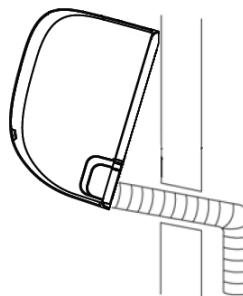

fig. 12 -
N.B. Pentru a facilita fixarea unității pe placă, țineți ridicată partea inferioară a unității, apoi coborăți-o în poziție perpendiculară, de-a lungul tecii ("fig. 12 -"). Comunicați-i instalatorului experimentat preferințele dvs., iar acesta le va pune în practică.